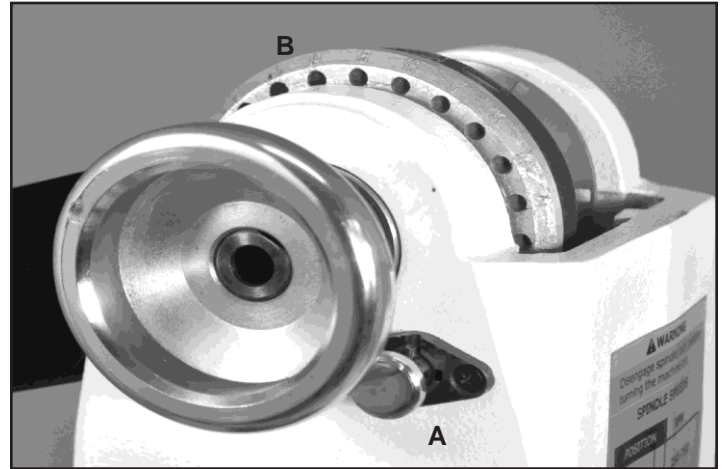

FIG. 1
1. BLOQUEO DEL HUSILLO DEL CABEZAL FIJO: El montaje de resorte de la Clavija de división (# 44, FIG.1, A) se utiliza principalmente para posicionar el husillo para hacer trabajos de diseños precisamente espaciados, tales como estriar, acanalar, perforar, tallar detalles, hacer patrones de quemadura, y preparar diseños. Consulte la página 13 para más información.
2. AGUJEROS DE INDEXACIÓN EN EL CABEZAL FIJO: (FIG. 1, B) La Polea del husillo más grande (# 52, B) tiene 24 agujeros situados alrededor de su lado izquierdo para fijar posiciones. Los agujeros tienen 15° entre sí y son marcados para referencia en todo el perímetro de la polea. Introduzca la clavija de división (A) en uno de los agujeros, y el husillo se bloqueará para que pueda trabajar en la pieza de trabajo. Consulte la página 13 para más información.